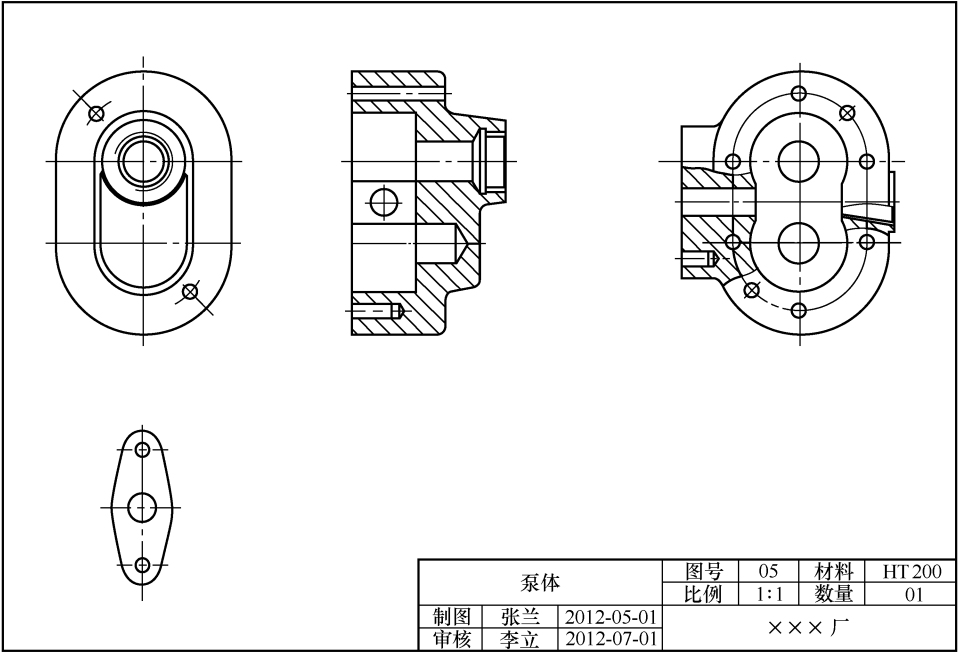

图 11-71 插入 A3 图框
- Step 2** 移动图框：调用菜单栏“修改”→“移动”命令，将 A3 图框移动到合适位置。插入 A3 图框，如图 11-71 所示。